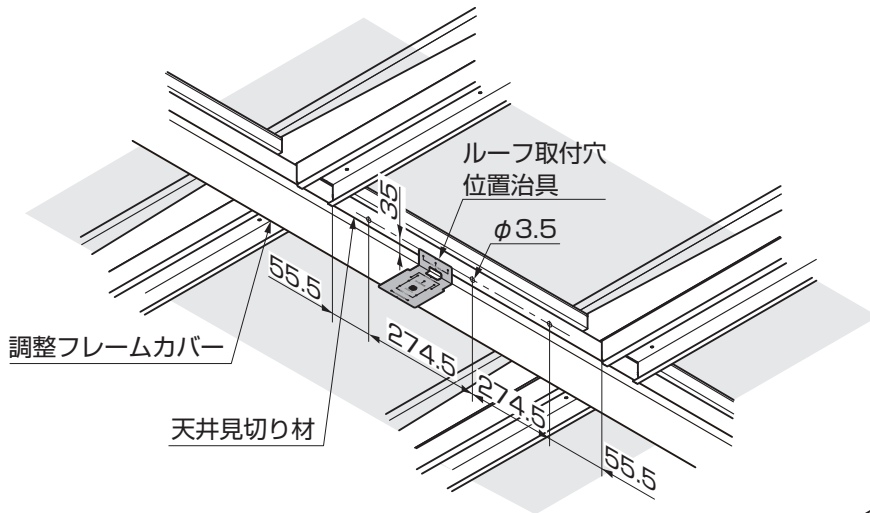
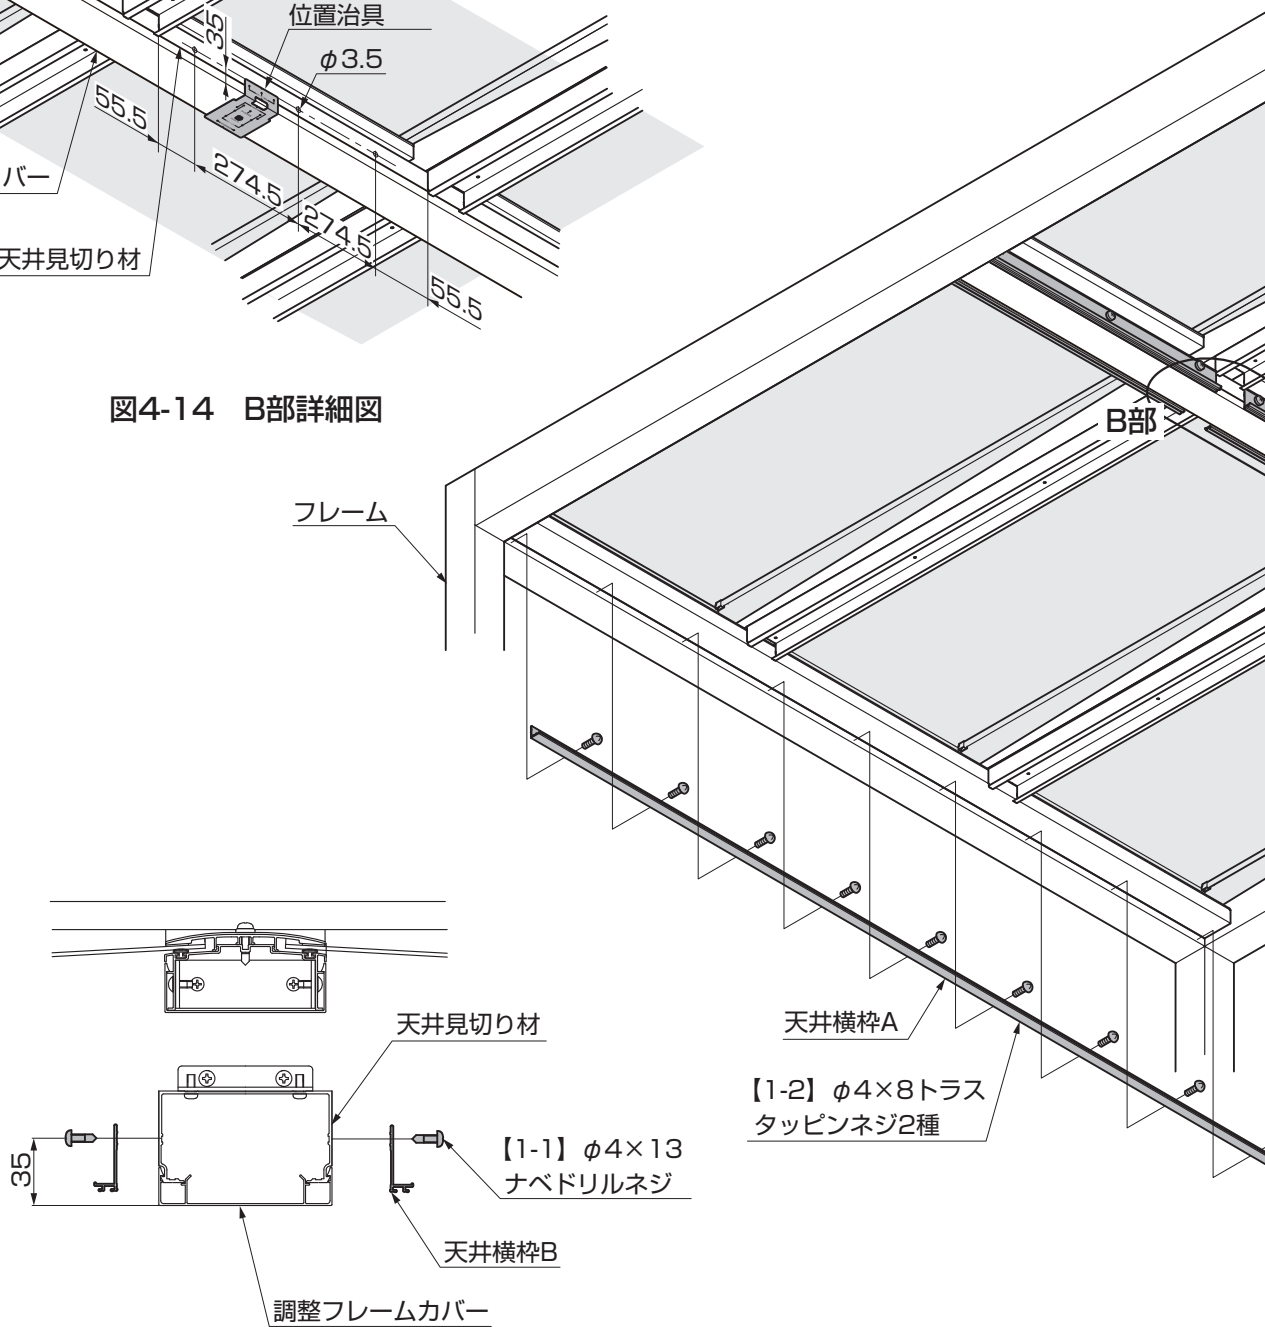

図4-14 B部詳細図
図4-15 B部詳細図
- ⑥天井見切り材にφ3.5の下穴をあけ天井横杵Bを【1-1】で取付けてください。(図4-14、図4-15参照)